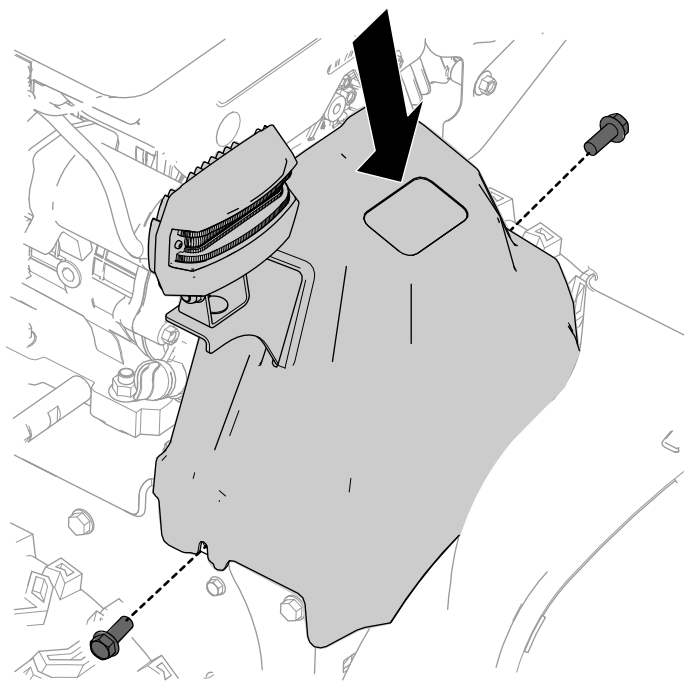

Рисунок 23
1. Установите крышку ремня на машину, закрепите 2 винтами (1/4 x 5/8 дюйма) (Рисунок 23).